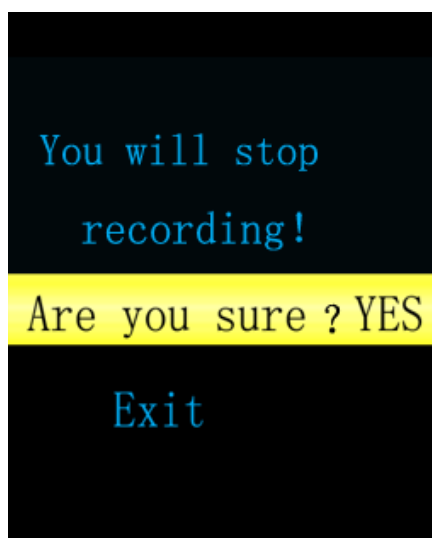

Figura 4-2-5-3 Menù interrompi la registrazione
(2) In modalità registrazione, le impostazioni di registrazione vengono visualizzate come mostrato in Figura 4-2-5-3. È possibile interrompere la registrazione selezionando SI oppure proseguire con la registrazione selezionando NO.